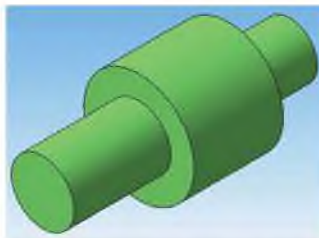

Рисунок 7.11 Результат операции *Вращения*
3. Применить операцию *Вращения*, тип построения – *Сфероид*, без тонкой стенки (рисунок 7.11).